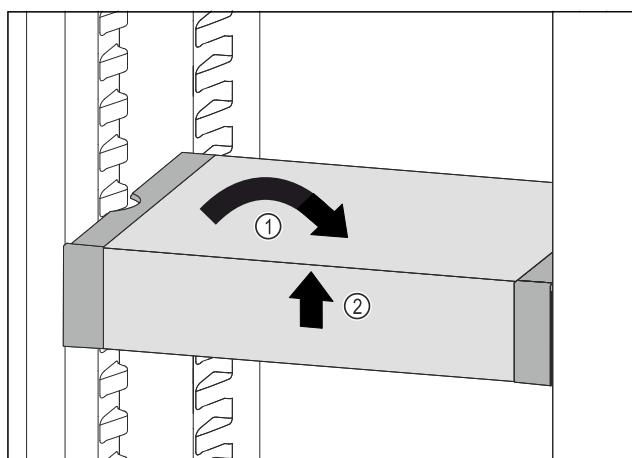

Fig. 84
- Predal VarioSafe postavite ravno. Fig. 84 (1)
- Predal VarioSafe dvignite spredaj. Fig. 84 (2)